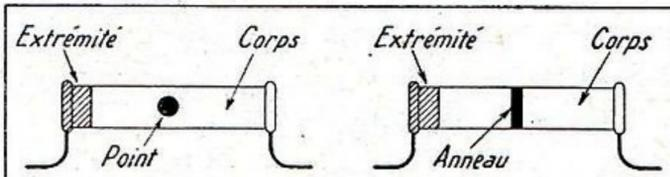

Fig. 1 Code simple
Il y a tout d'abord (fig. 1) un contact (G) direct avec le cristal de germanium. Puis, assurés à l'aide de pointes extrêmement fines et extrêmement rapprochées (sans cependant se toucher), deux contacts superficiels. La première pointe est dite *émettrice*, la seconde *acceptrice* et l'on peut comparer la première (émettrice) à la grille d'une lampe triode en ce sens que, suivant la tension qui lui est appliquée, elle contrôle le débit de la pointe acceptrice comparable à l'anode de la lampe et dans laquelle on intercale le circuit d'utilisation.
Ce système de marquage, représenté en figure 1, rend de nombreux services et rares sont les hésitations de lecture à son sujet.